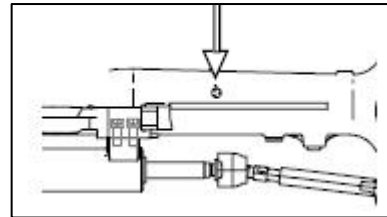
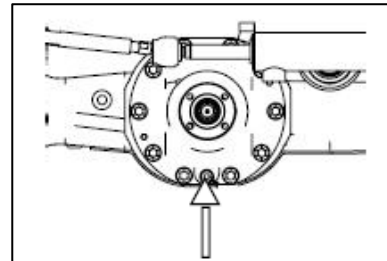

Fig. 114
Fig. 115
Mueva el tractor hasta una superficie nivelada. Quite el tapón de nivel (Fig. 114) del eje. El aceite debe estar nivelado con el borde inferior del orificio. De lo contrario, añada aceite del grado correcto.
2. Quite el tapón de drenaje (Fig. 115) y el tapón de llenado (Fig. 114) y deje que el aceite drene, de preferencia mientras aún está caliente.
3. Vuelva a colocar el tapón de drenaje y a continuación rellene el eje delantero con un aceite aprobado hasta el borde inferior del tapón de llenado. Vuelva a colocar el tapón (Fig. 114)